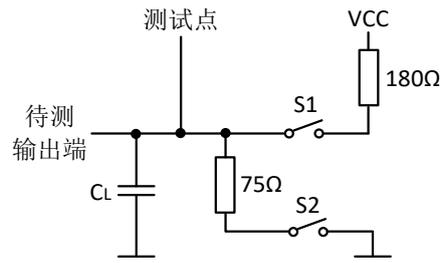

图 1 开关特性测试电路
3. 测试电路如图 1，其中 C_L 包括了探针和插座的寄生电容；输入信号由波形发生器提供，且输入信号应当满足： $PRR \leq 1\text{MHz}$, $Z_o \approx 50\Omega$, $t_r \leq 15\text{ns}$, $t_f \leq 6\text{ns}$ ；每个使能端都是单独测试的。